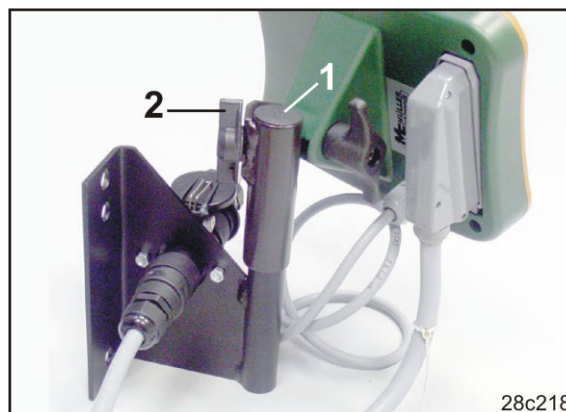

Рис. 12
1. Наденьте сопряженную деталь (Рис. 12/1) на консоль и зажмите ее барашковым винтом (Рис. 12/2).